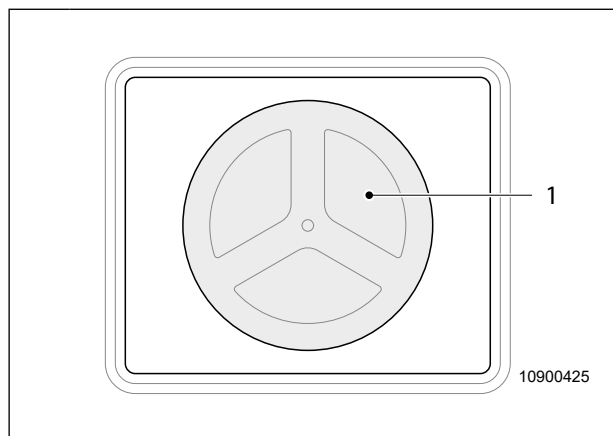

Fig. 47 Orificio de limpieza
El orificio de limpieza (Fig. 47, pos. 1) sirve para realizar trabajos de mantenimiento y limpieza en el depósito de agua potable. El orificio de limpieza se encuentra debajo de una cubierta en la parte trasera del vehículo.